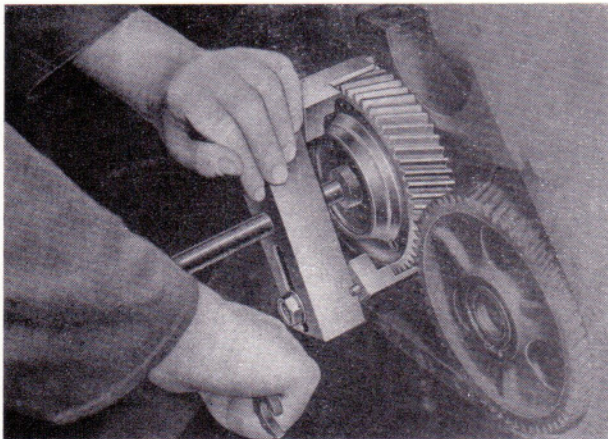

Bild 58
- Zwischenrad mit Abzieher 27 95233 008 abziehen (Bild 58).